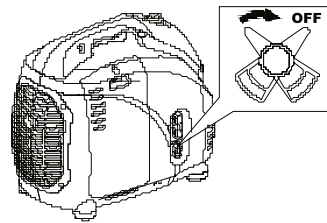

Рис. 23
3. Переведите топливный кран в положение «OFF» (Рис. 23).